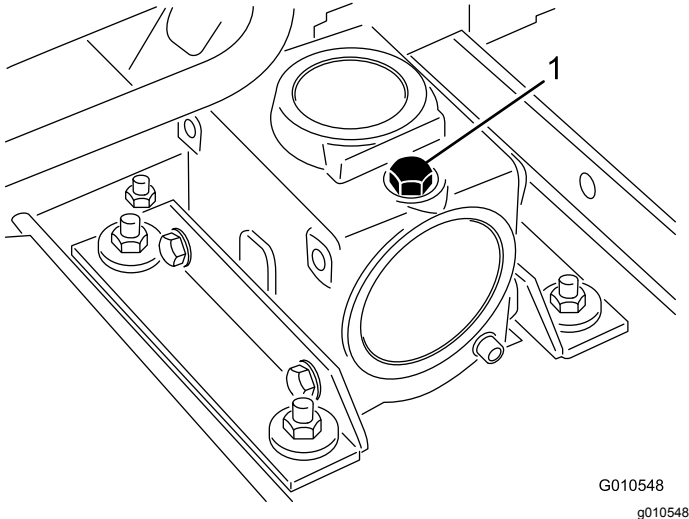

Figure 22
2. Retirez le bouchon de remplissage-jauge au sommet du boîtier d'engrenages (Figure 22) et vérifiez que le niveau de lubrifiant se situe entre les repères sur la jauge. Si le niveau de lubrifiant est trop bas, faites l'appoint de lubrifiant pour faire monter le niveau entre les repères.